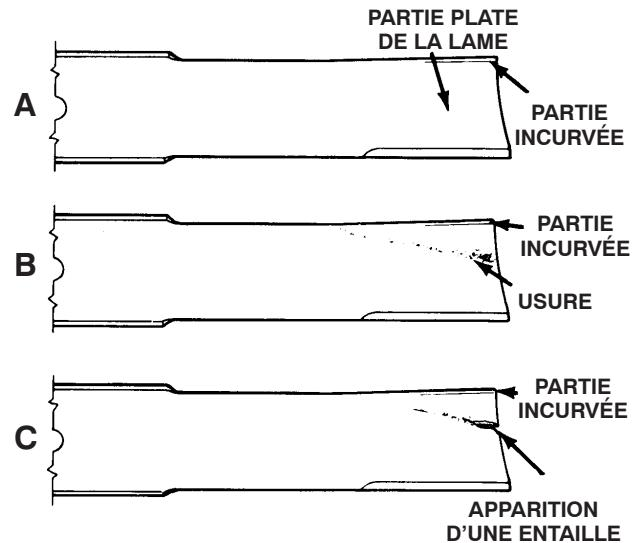

Figure 90
2. Examinez attentivement les tranchants de la lame, particulièrement au point de rencontre des parties plane et incurvée (Fig. 90-A). Le sable et les matières abrasives peuvent éroder le métal à cet endroit, c'est pourquoi il est important de contrôler l'état de la lame avant d'utiliser la tondeuse. Remplacez la lame si elle est usée (Fig. 90-B).